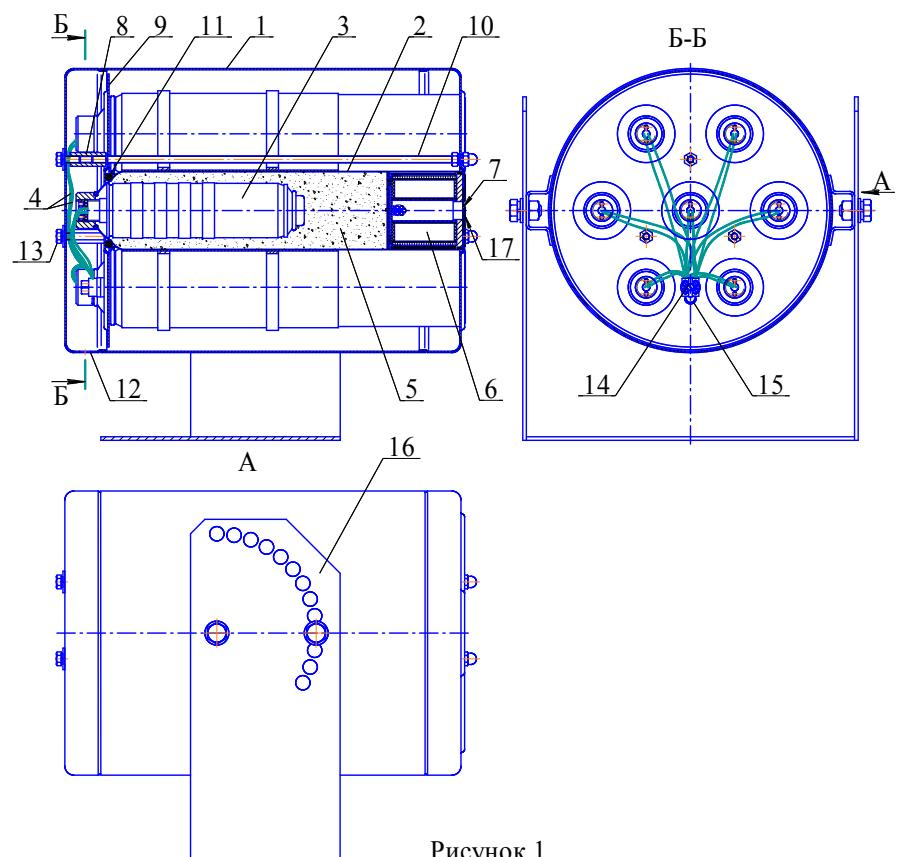

Рисунок 1
4.1.1 ГГПТ (см. рисунок 1) состоит из корпуса 1, в котором размещены семь сменных картриджей 2, содержащих газогенерирующий элемент 3 с элементом электропусковым 4. Свободный объем корпуса картриджей 2 заполнен таблетками охладителя 5. Для очистки огнетушащего газового вещества от механических примесей в каждом картриidge установлен фильтр-сепаратор 6. Выходное отверстие фильтра-сепаратора заглушено самоклеющейся пленкой ПВХ 7. В верхней части корпуса 1 картриджи при помощи гаек 8 поджаты крышкой 9. Соединение корпуса 1 с крышкой 9 производится шпильками 10. Для компенсации воздействия вибрации между картриджами 2 и крышкой 9 установлены резиновые кольца 11. Сверху ГГПТ закрыт крышкой 12, которая закреплена болтами 13, соединенными с гайками 8. Оголенные концы проводов элементов электропусковых 4, скрученных по одному проводу от каждого картриджа в две группы и залуженных после скрутки, закреплены в соединительной коробке (зажиме контактном винтовом) 14. Выходные клеммы соединительной коробки 14 замкнуты проводом 15. ГГПТ снабжен кронштейном 16, обеспечивающим поворот генератора на необходимый угол при креплении его к потолку, стене, горизонтальной
- извлечь ГГПТ из кронштейна 16 (см. рисунок 1), снять с ГГПТ крышку 12, отсоединить пусковой кабель и перенести генератор в комнату сборки;
6.1 Извлечь ГГПТ из упаковки, произвести визуальный осмотр целостности корпуса. Снять крышку 12 (см. рисунок 1), открутив болты 13. Проверить уровень затяжки гаек 8 на шпильки 10, если она ослаблена, то подтянуть. Проверить качество крепления оголенных концов проводов элементов электропусковых 4 в соединительной коробке 14.
6.2 Закрепить кронштейн 16 (см. рисунок 1) на потолке, стене или иной несущей поверхности, расположенной под любым углом относительно поверхности пола. Координаты отверстий в кронштейне, предназначенном для крепления ГГПТ, приведены на рисунке 2.